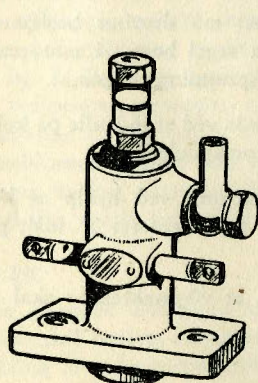

Fig. 10. Type BPF1A../05
- 3) BPF1A../05 Vandret flange af rektangulær form og indsugningsrøret parallelt med reguleringsstangen (fig. 10).